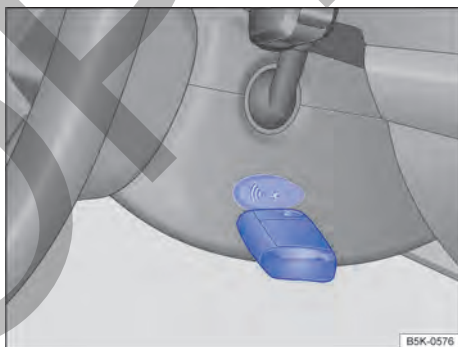

Fig. 86 A la derecha en la columna de dirección: función de arranque de emergencia en vehículos con sistema de bloqueo y de arranque Keyless Access sin llave.
- Mantener la llave del vehículo directamente después de presionar el botón de arranque a la derecha de la columna de dirección → fig. 86.